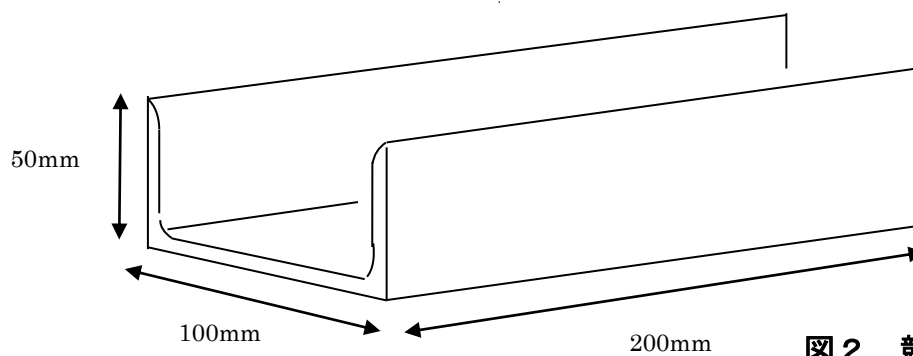

図 2 競技材台の形状
- (6) 溶接による変形は、逆ひずみ法によって防ぐものとする。
- (7) エンドタブは使用禁止とする。又、捨て金を使用して連続溶接を行ってはならない。
- (8) 競技材台は、主催者が準備したものを使用すること(P2の図2を参照)。
- (9) 練習材は、作業台に準備されている競技材台を使用し、練習を行ってもよい。
- (10) 溶接は、タック溶接(仮付)部を除いて片面溶接とし、裏面から溶接をしてはならない。
- (11) 溶接方向は、左進、右進又はそれらの混用のいずれでもよい。ただし、1パス中の混用は認めない。
- (12) 溶接層数及びパス数は自由とする。
- (13) 溶接中及び溶接後において、変形の矯正は禁止する。
- (14) たがねは、スラグやスパッタを取るために使用するのはいいが、溶接金属をはつき取る目的で使用してはならない。